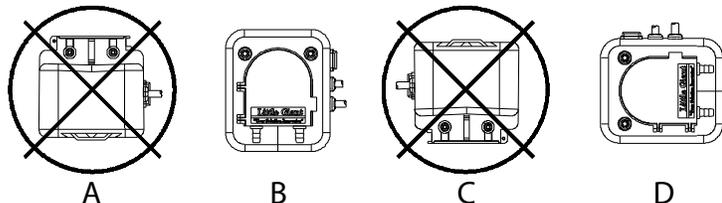
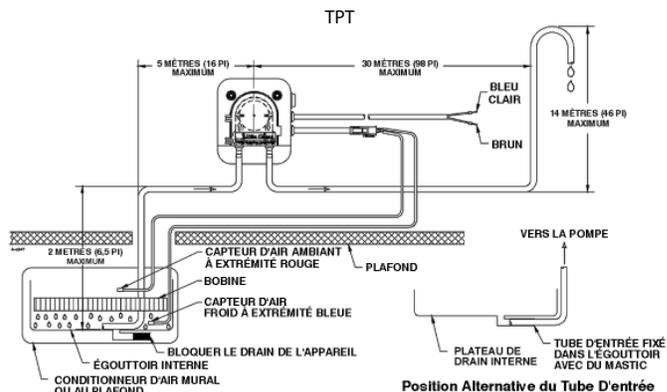

FIGURE 1
FIGURE 2
La pompe peut également être placée sur n'importe quel côté, sauf avec le rotor vers le bas (Fig. 1. C) ou vers le haut (Fig. 1. A). Raccorder la tuyauterie de 6 mm (1/4 po) (non fournie) à l'admission de la pompe indiquée par la flèche pointant vers le haut sur le couvercle transparent. Placer l'autre extrémité du tube d'admission dans le boyau de l'égouttoir et rendre hermétique au besoin ou placer le tube d'admission dans l'égouttoir, (tel qu'illustré à la figure 2). Éviter de tordre, plier ou écraser la tuyauterie. Relier un tube de 6 mm (1/4 po) (non fourni) de l'orifice de purge de la pompe vers un drain par gravité. Consulter la figure 2 pour obtenir les capacités maximales de tuyau d'évacuation verticale et horizontale.
Séries TPT (signal de température) POUR ASSURER UN FONCTIONNEMENT ADÉQUAT DE LA POMPE, BIEN VOULOIR SUIVRE CES INSTRUCTIONS : Connecter le fil brun à la phase principale (ligne) et le fil bleu à la phase neutre (commun) (Voir la figure 2). S'assurer que l'alimentation est coupée lors de la connexion du capteur de température à la pompe. Connecter le câble du capteur à la pompe en branchant la fiche à quatre (4) broches au câble correspondant sur la pompe. Deux fils de raccord présentent des capteurs à leurs extrémités, soit une extrémité bleue et l'autre rouge. Fixer le fil avec le capteur bleu du côté " froid " ou " sortie d'air " du serpent d'évaporation et le capteur rouge du côté " chaud " ou " entrée d'air " du serpent d'évaporation. (Voir la figure 2)